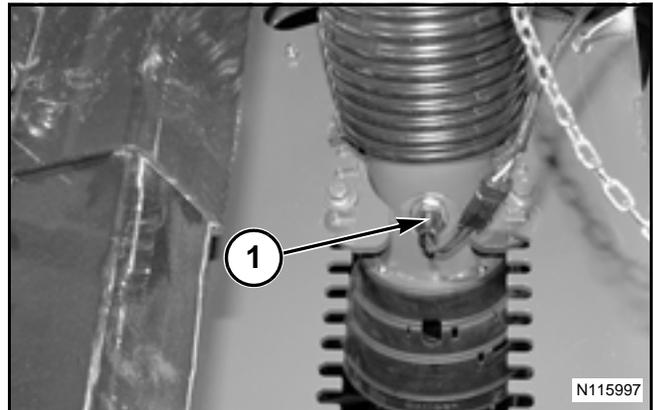

FIG. 9
FIG. 9: El enfardador es impulsado desde la toma de fuerza del tractor. La señal del sensor de la PTO (1) se compara con la señal del sensor de sincronización del enfardador y se envía una alarma audible y visual si las comparaciones no son correctas.